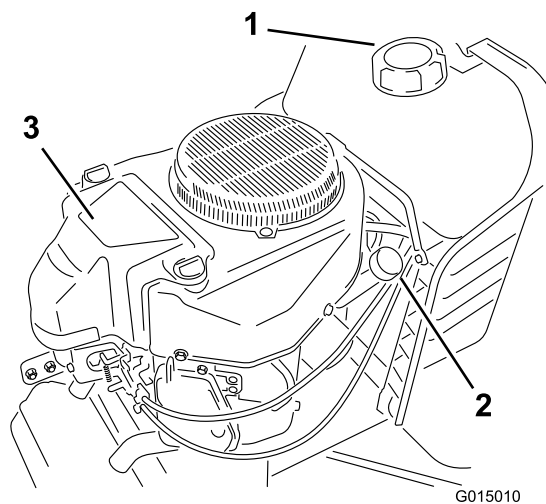

Figura 17
5. Limpie alrededor de la varilla de nivel de aceite (Figura 17) para impedir que caiga suciedad por el orificio de llenado y cause daños en el motor.
10. Vierta lentamente aproximadamente el 80% de la cantidad especificada de aceite por el orificio de llenado (Figura 17). Compruebe el nivel de aceite; consulte Verificación del nivel de aceite.
6. Vierta lentamente aproximadamente el 80% de la cantidad especificada de aceite por el orificio de llenado (Figura 17). Compruebe el nivel de aceite; consulte los pasos 6 y 7 de la sección Comprobación del nivel de aceite.